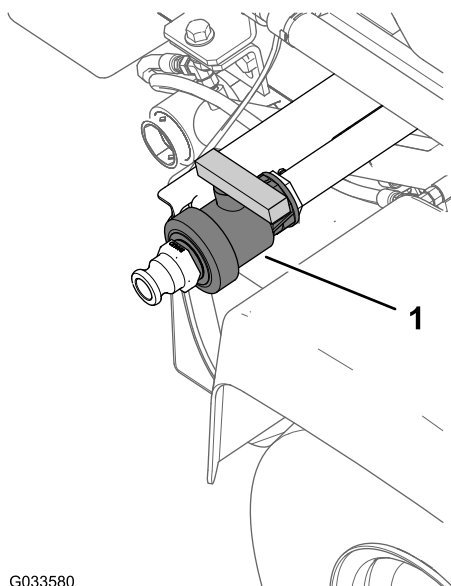

Figure 82
2. Trouvez l'emplacement du robinet de vidange de la cuve du côté gauche de la machine (Figure 82).